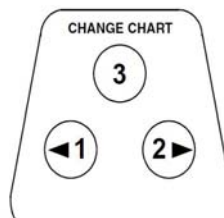

Abbildung 5. Tasten für das Diagramm
2. Halten Sie den Knopf Diagramm Austauschen (#3 in Abb. 5) eine Sekunde gedrückt. Der Stift verlässt die Skala.
3. Vergleichen Sie die Recordertemperatur mit der gemessenen Schranktemperatur. Stellen Sie den Recorder ggf. ein, indem Sie die linken (#1 in Abb. 5) und rechten (#2) Diagrammtasten drücken.
1. Drücken Sie die Taste #3 in Abb. 5, damit der Stift das Papier verlässt.
3. Bestätigen Sie, dass die grüne LED 3 Mal gefolgt von einer Pause blinkt. Wenn die Anzahl der Blinkzeichen größer oder kleiner 3 ist, stellen Sie die Nummer mithilfe der linken (#1 in Abb. 5) und rechten (#2) Kreisblatt-Knöpfe ein.